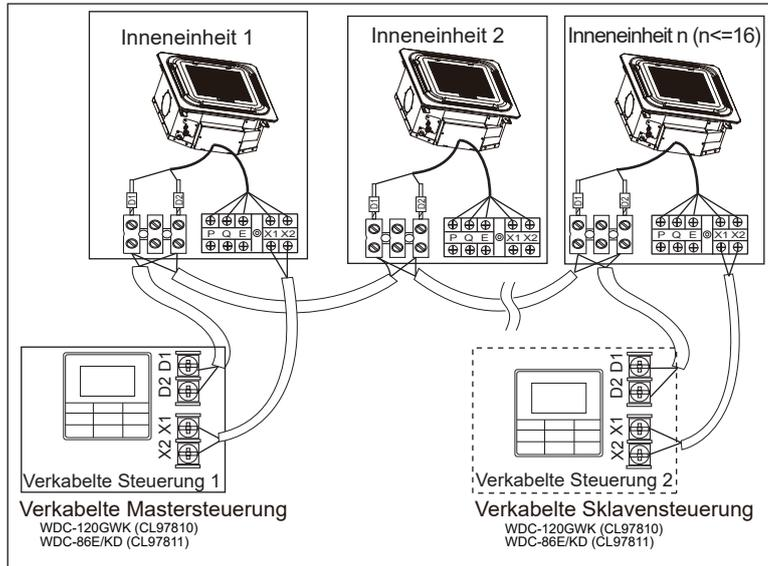

Abbildung 6.8
- Verwenden Sie eine verkabelte Steuerung zum Steuern mehrerer Inneneinheiten oder zwei verkabelte Steuerungen (eine Master- und eine Sklave-Steuerung) zum Steuern mehrerer Inneneinheiten (siehe Bild 6.8);